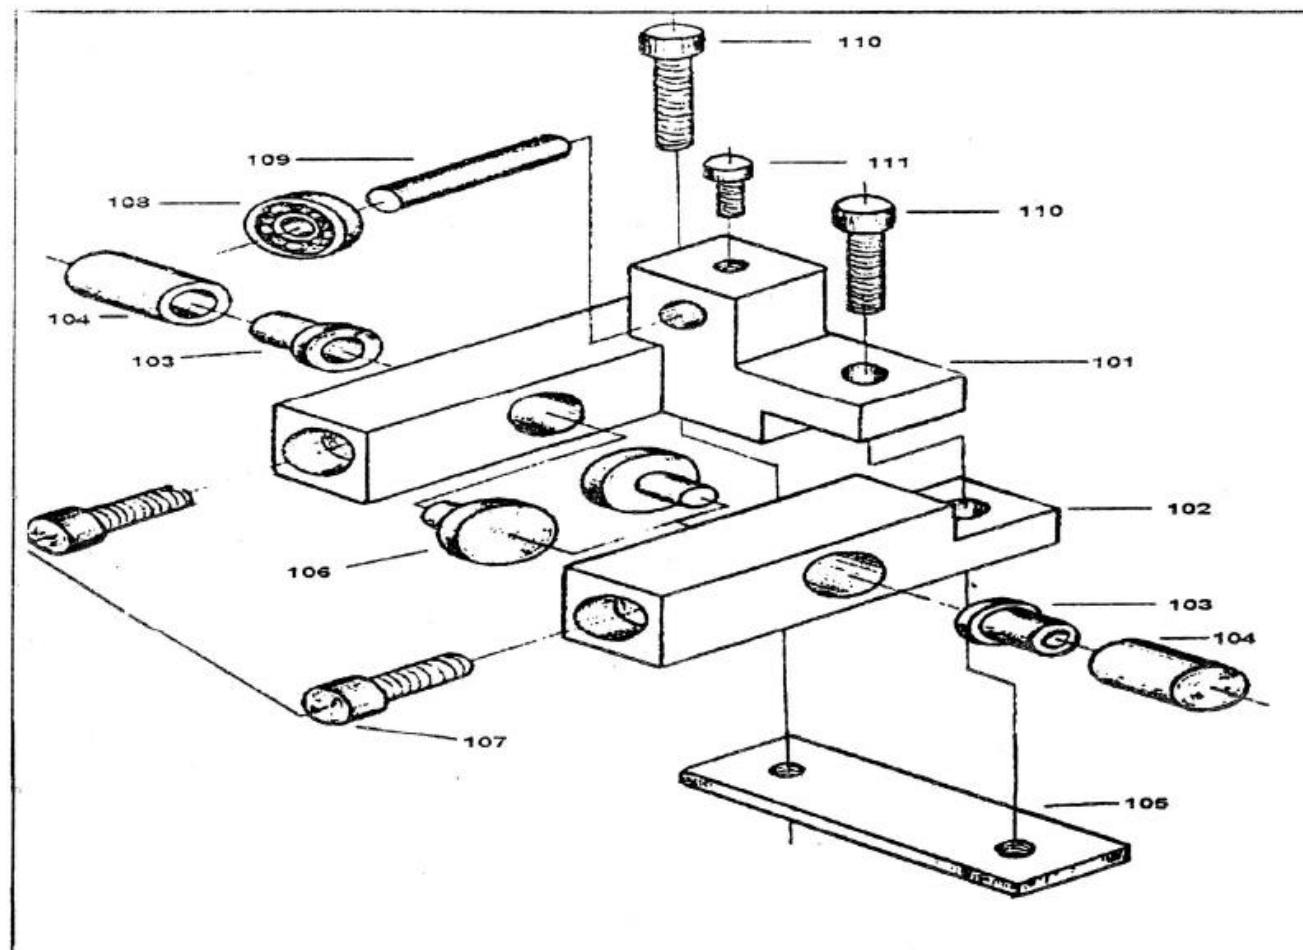

Рис. 8
1. Часть нижней направляющей полотна крепится к опоре нижнего маховика двумя болтами. При необходимости смены полотна или его регулировки ослабить винт M6 x 12 (поз. 107) *Рис. 8* и сдвигать брус наконечника направляющей до тех пор, пока он не окажется за впадиной зубьев полотна, при этом упорный подшипник также следует повторно отрегулировать. Наконечник направляющей должен быть на расстоянии 0,08 мм от боковой поверхности полотна – это примерно толщина листа бумаги. Отрегулировать противоположную сторону наконечника направляющей.